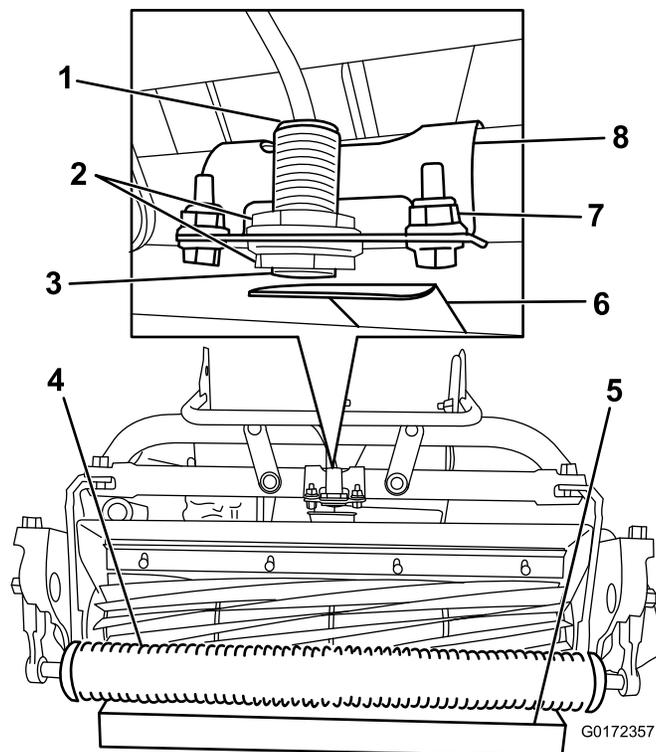

图 10
2. 松开传感器上的锁紧螺母并调节传感器确保看到一条螺纹越过下部锁紧螺母图 10。
4. 将 3.8cm 的挡块放在前滚刀组滚筒下面图 10。
5. 松开将传感器支架固定到机架的紧固件图 10。
8. 向靶板方向旋转传感器支架直至传感器顶部的指示灯亮起图 10。如果指示灯已经亮起把传感器支架旋离靶板直至它熄灭然后反方向旋转直至指示灯再次亮起。